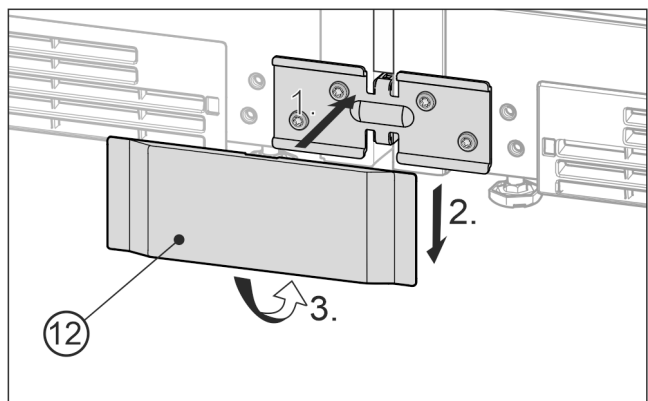

Fig. 24 Príklad zobrazenia
- ▶ Spodný kryt Fig. 24 (12) nasadíte spredu na uholník Fig. 24 (1), posuňte nadol Fig. 24 (2) a dole zaklapnete Fig. 24 (3).